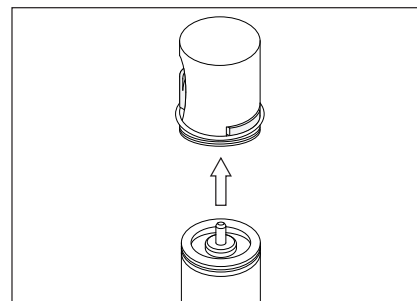

Figure 4
1. Retirer le cache d'expédition/la valve doseuse de la pile à combustible, le cas échéant. Voir la figure 4.